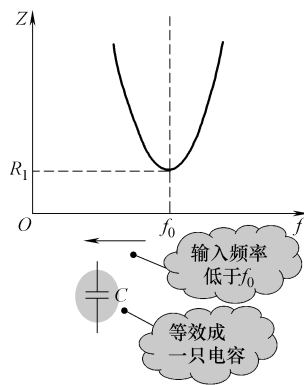

图 9-94 输入信号频率低于谐振频率  $f_0$  时阻抗特性曲线
3) 输入信号频率低于谐振频率  $f_0$  情况分析。如图 9-94 所示是输入信号频率低于谐振频率  $f_0$  时阻抗特性曲线, 当输入信号频率低于谐振频率时,  $LC$  串联谐振电路为容性, 相当于一个电容 (容量大小不等于  $C_1$ ), 如图所示。